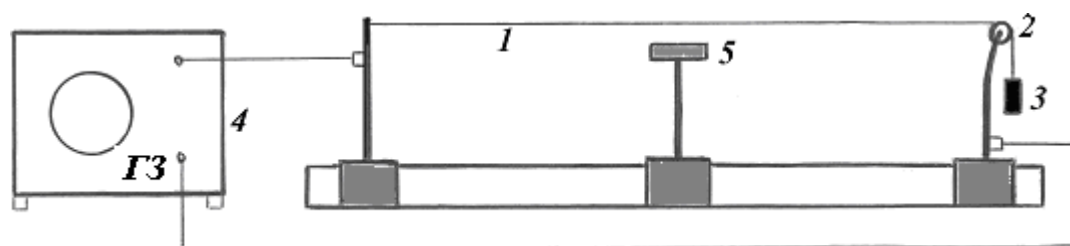

Рис.4.
Прибор состоит из металлической струны 1 (рис. 4), один конец которой закреплен, а ко второму концу через неподвижный блок 2 прикреплен груз 3, что обеспечивает натяжение струны.
1. Собрать установку по схеме рис.4.
9. По формуле (16) рассчитать частоты собственных колебаний для каждого случая и занести данные в таблицу.